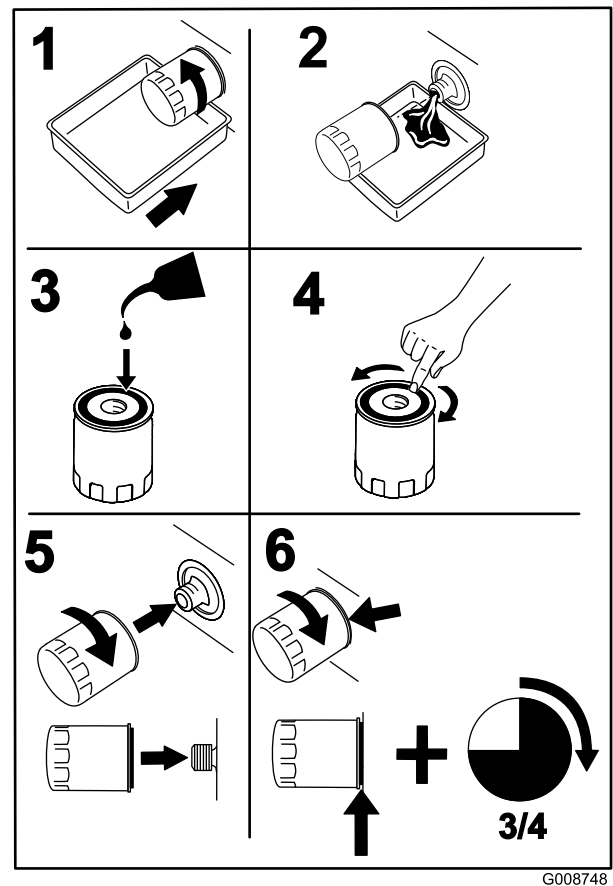

Figure 41
2. Remplacez le filtre à huile moteur (Figure 41).